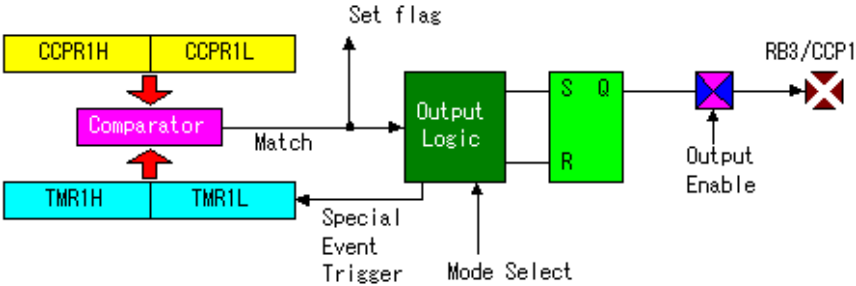

Figura 1.85: Comparación
- **Comparación.** Esta función compara constantemente los 16 bits del Temporizador1 con el valor del registro CCPR1 (ver figura 1.85).